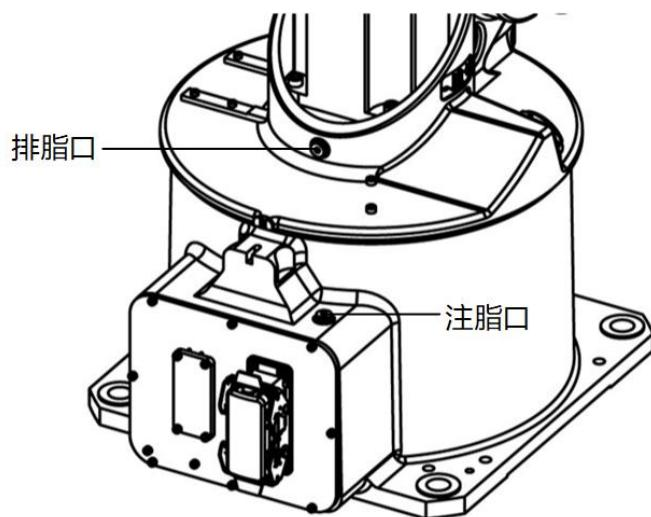

图 12-8 更换 J1 轴减速器润滑脂
- 步骤4.** 卸下排脂口 M10x1 堵头，如图 12-8 所示。